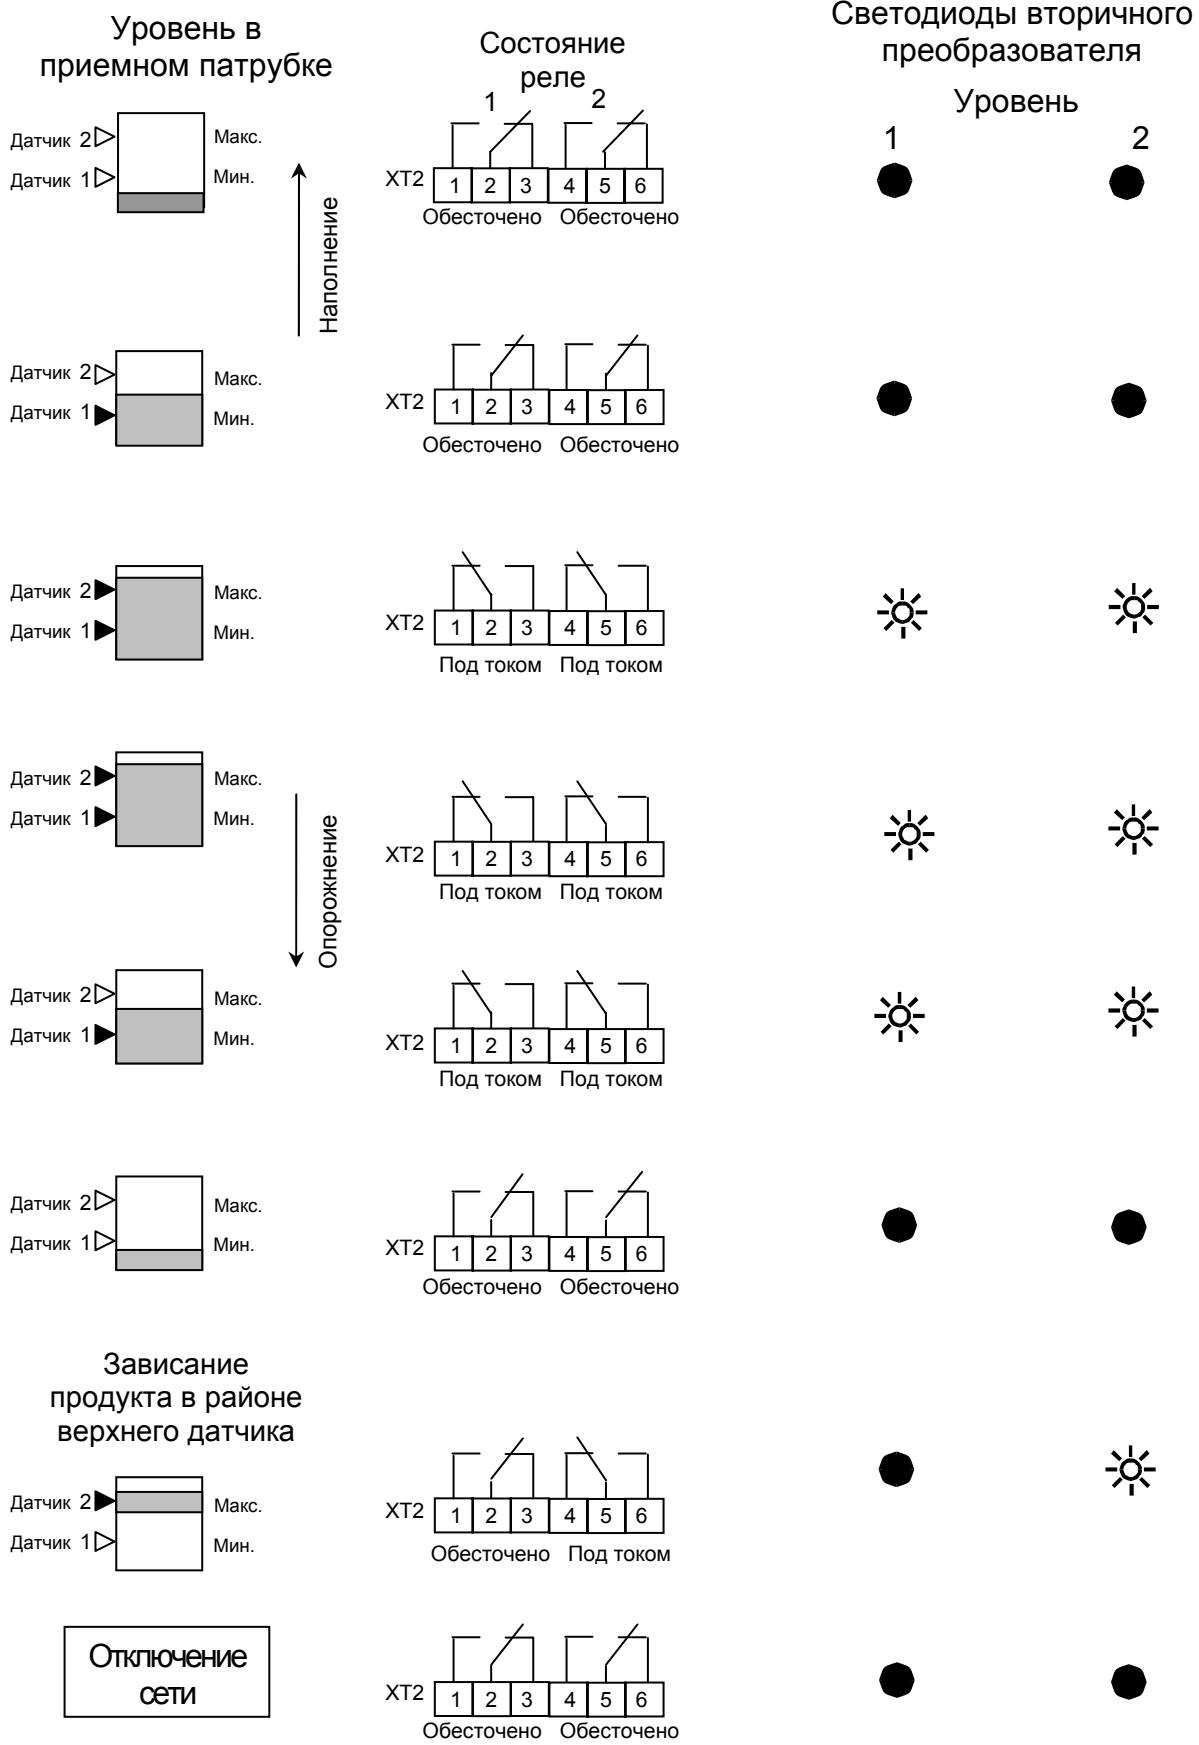

Рисунок 3 – Работа сигнализатора уровня
1.3.3 Заполнение или опорожнение надвальцового пространства станка контролируемой средой приводит к изменению электрической емкости ЧЭ нижнего и верхнего датчиков С43. При этом срабатывают реле 1,2 и загораются соответствующие светодиоды (рисунок 3).